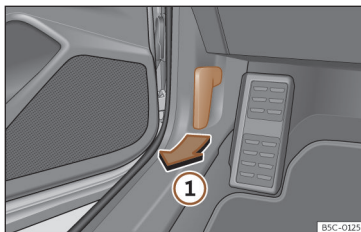

Fig. 213 Palanca de desbloqueo en el espacio reposapiés del conductor.
- Abra la puerta y tire de la palanca que hay debajo del tablero de instrumentos >>> **fig. 213** ①.